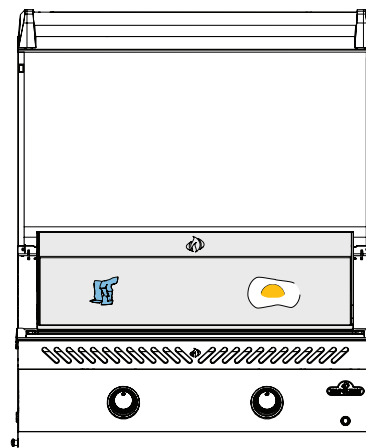

Рис. 1
2. При нажатии на ручку активируется поджиг, вы услышите щелчки. Нажмите и поверните ручку управления горелкой против часовой стрелки на максимум. Продолжайте нажимать на ручку управления до тех пор, пока горелка не загорится (индикатор загорится красным). Отпустите ручку управления. (Рис. 1)
3. Если горелка не загорится, ручка будет мигать красным, пока система не обнаружит пламя. Если пламя не обнаружено – поверните ручку управления по часовой стрелке в положение ВЫКЛЮЧЕНО. Подождите 5 минут, пока газ не испарится. (Рис. 1)
- Используйте две конфорки для приготовления различных блюд при разной температуре. (Рис. 1)